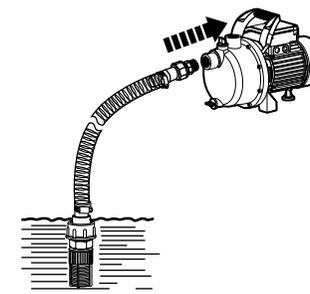

Fig. 1
- > Montez le connecteur du tuyau sur l'orifice d'entrée [2] (Fig. 1).